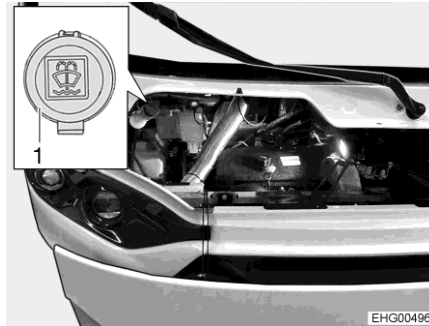

Fig. 13 Bocchettone di riempimento (acqua per i tergicristalli)
- Aprire il coperchio (Fig. 13,1) sul bocchettone di riempimento del contenitore dell'acqua di lavaggio.